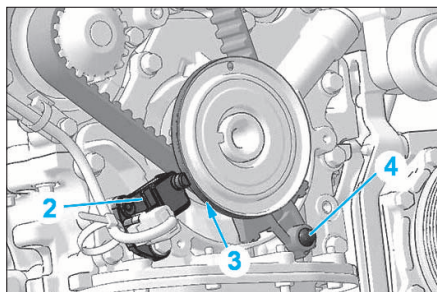

FIG. 6
- Déposer le capteur régime moteur (2) (Fig.6).